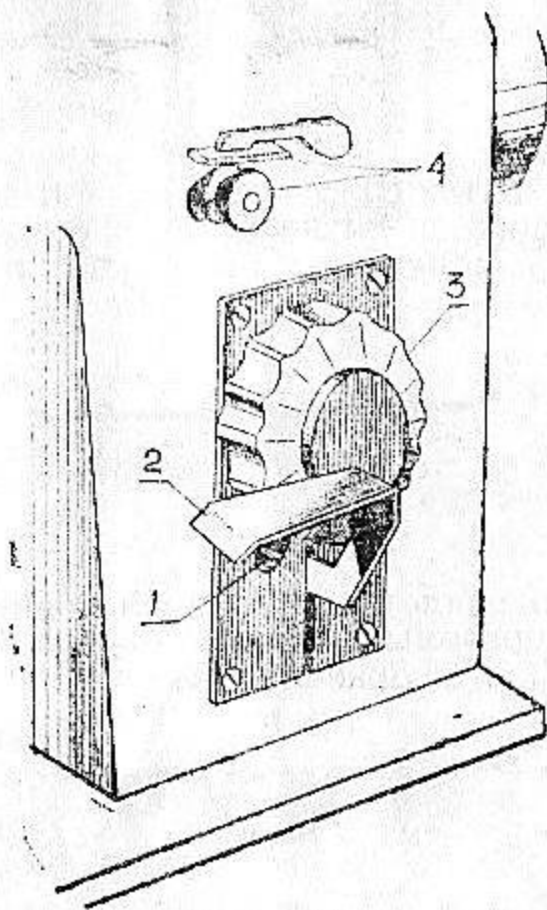

Рис. 9.
10.4. Регулирование длины стежка (рис. 9)
Длина стежка регулируется поворотом ручки 3 (рис. 9) по направлению часовой стрелки для увеличения длины стежка и против часовой стрелки для уменьшения длины стежка.
Для осуществления поворота ручки необходимо нажимать на фиксатор 1 (рис. 9). Для получения обратной подачи при выполнении закрепок нужно нажимать на рычаг 2 (рис. 9).